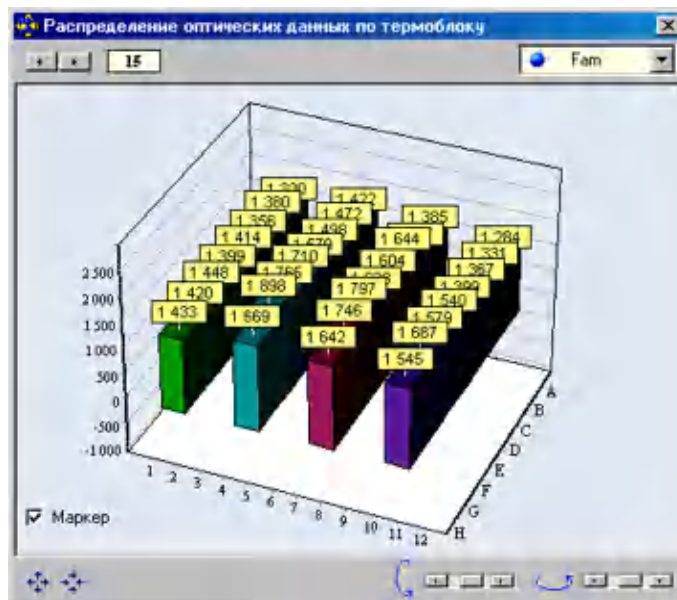

Рис.33. Данные оптических измерений для выбранных пробирок.
- во время выполнения программы амплификации, выбрав  можно просмотреть данные оптических измерений для выбранных пробирок в виде 3-D гистограммы в окне **Распределение оптических данных по термоблоку** (Рис.33).